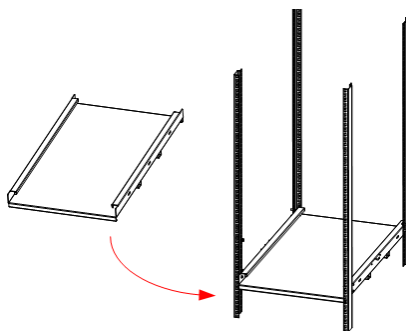

Рисунок 3-9 Установка полки
4. Установите удерживающую полку в стойку, как показано на рис. 3-9.